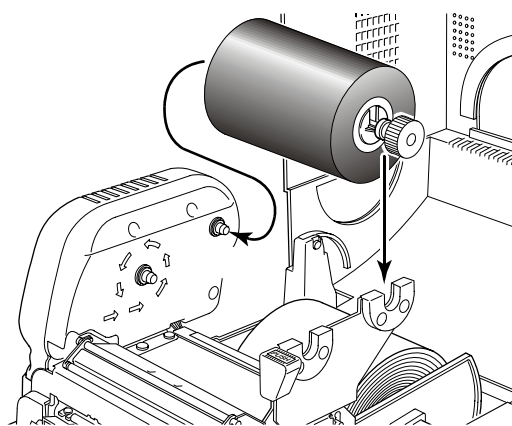

Figura 3-4 - colocar cinta de color
- Coloque el rollo de cinta de color sobre el soporte de cinta trasero e inserte la cinta de color como indicado en Figura 3-4 cinta de color.